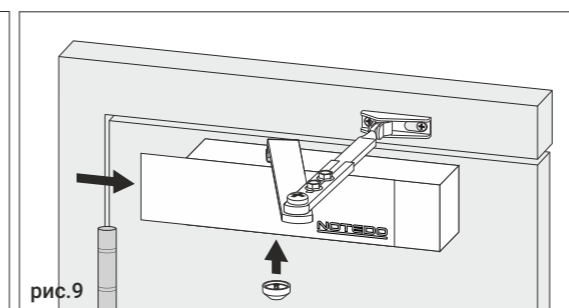

рис.9
9. Настроив функции дверного доводчика, установите на него защитную крышку и декоративный колпачок на противоположную поворотную ось, рис. 9.